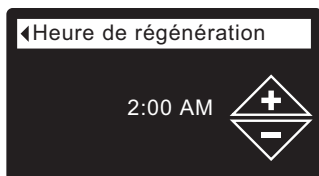

FIG. 48
5. Appuyez sur le sélecteur (O) pour afficher l'écran de l'heure de régénération (cf. Figure 48).